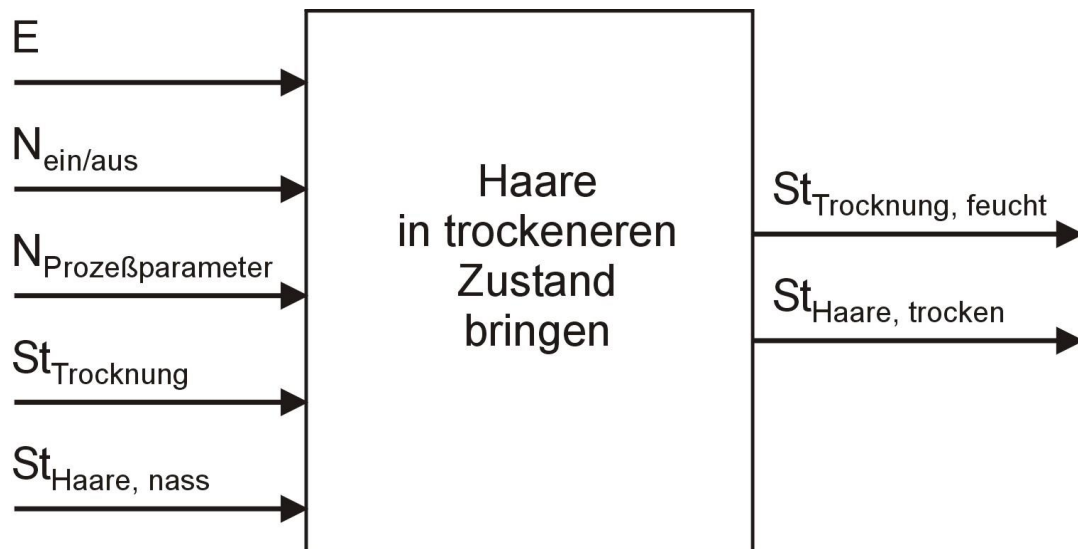

Abb. 2: Gesamtfunktion „Haare trocknen“
Wie fängt man an? Am besten, indem zunächst eine Gesamtfunktion gezeichnet wird. Dabei steht die abstrakte Problemformulierung der Funktion im Mittelpunkt, die die Eingangsgrößen in die Ausgangsgrößen überführt. Eine sinnvolle Beschränkung der Parameter ist z.B. auf nur drei Größen: Stoffe (St), Energien (E) und Nachrichten / Signale (N), s. nachfolgendes Beispiel (Abb. 2).